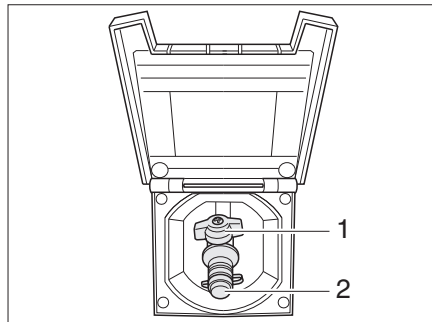

Fig. 81 Raccordement externe de gaz avec robinet d'arrêt de gaz fermé
Le raccordement externe de gaz (Fig. 81) se trouve, selon les modèles, à l'arrière ou sur le côté gauche ou droit du véhicule.
- Raccorder l'appareil à gaz externe sur le raccord (Fig. 81,2).
- Ouvrir le robinet d'arrêt de gaz (Fig. 81,1).